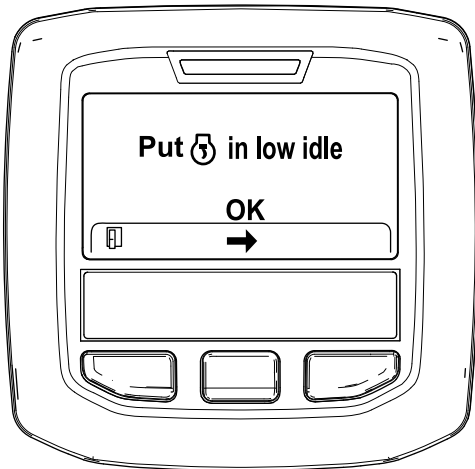

Figura 48
6. Mova o controle da aceleração para RALENTI BAIXO e prima o botão central (Figura 48).